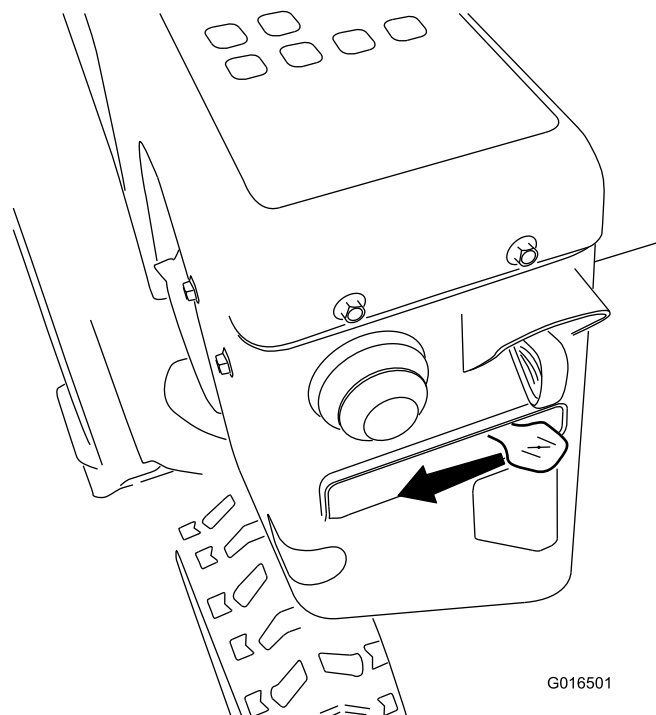

Figure 30
5. Réglez le starter à la position STARTER (Figure 30).